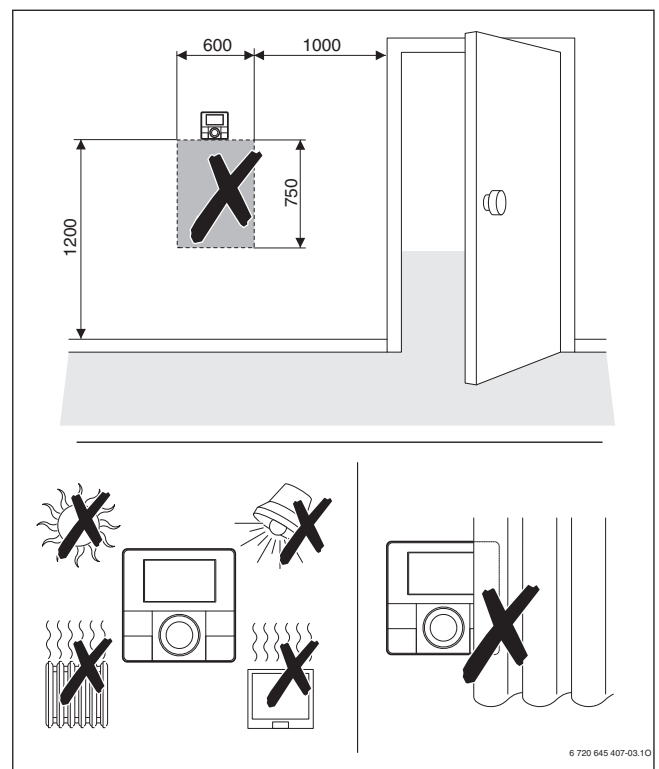

Bild 121 Position der Fernbedienung CR 10/CR 10 H im Referenzraum (Maße in mm)
- Fernbedienung deshalb für die raumtemperaturgeführte Regelung im Referenzraum installieren (→ Bild 121).